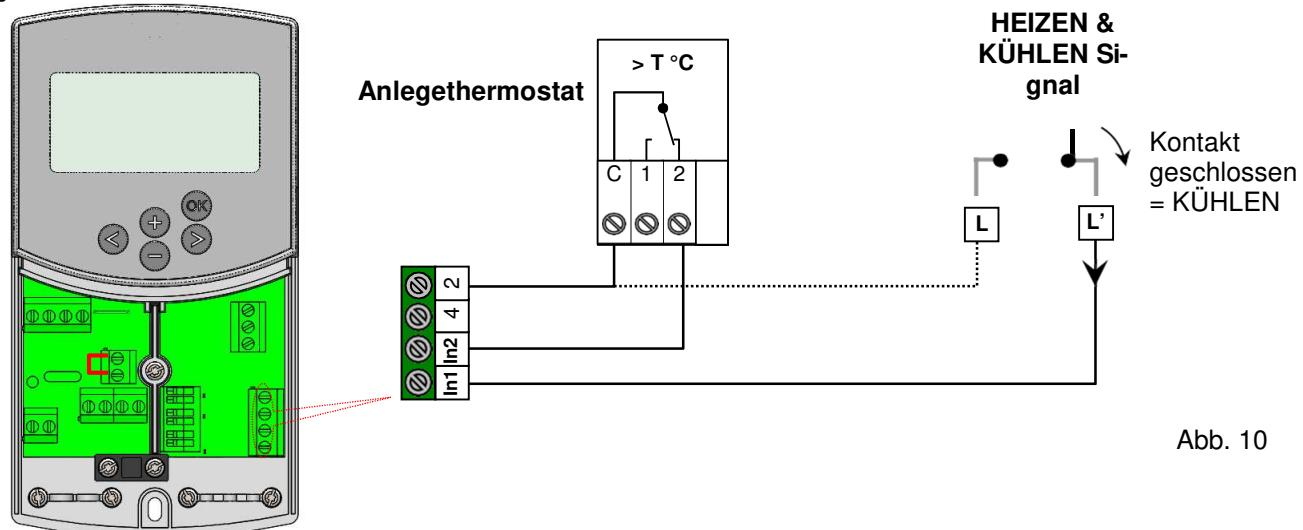

Abb. 10
Der Eingang In1 kann mit einem externen Umschaltignal Heizen/Kühlen belegt werden. Dieses Signal kann beispielsweise von einer reversiblen Wärmepumpe bereitgestellt werden. (→ Abb. 10)
2) Dieser Eingang kann aber auch für eine Warmwasser Vorrangschaltung verwendet werden. In diesem Fall wird die Heizkreis Pumpe abgeschaltet, um den Speicherinhalt für die Warmwasserbereitung verfügbar zu halten. (→ Abb. 10)
Der Eingang In2 kann mit einem externen Umschaltignal Heizen/Kühlen belegt werden. Dieses Signal kann beispielsweise von einer reversiblen Wärmepumpe bereitgestellt werden. (→ Abb. 10)
Der Eingang In2 kann mit einem Tauchthermostat belegt werden, welcher direkt in einen Speicher gesteckt werden sollte. Im Heizmodus schaltet der Thermostat die Pumpe1 ab, sofern der Speicher kein warmes Wasser enthält. Dadurch wird die Umwälzung von kaltem Wasser in die Heizkreise vermieden. (→ Abb. 10)